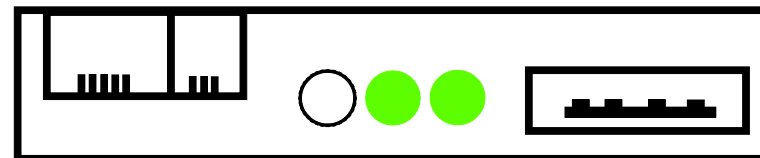

Abbildung 8
- Nach Abschluss der Aktualisierung erlischt die dritte LED (orange). **Abbildung 8**